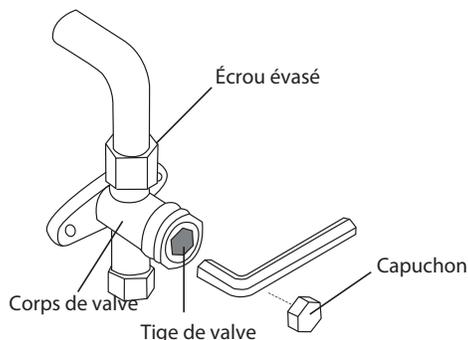

Fig. 25 – Diagramme de valve de service
2. Capacité 18 – **N'OUVREZ PAS** les valves de service de gaz ou de liquide avant la fin de l'évacuation. Capacités 24 à 48 – Ouvrez complètement les valves individuelles de service raccordées (aux conduites). **N'OUVREZ PAS** les valves principales de service avant la fin de l'évacuation (voir la figure 25).
9. Insérez une clé hexagonale dans chacune des valves de service côté gaz des modules de capacité 18 ou dans la valve principale de service côté gaz des modules de capacités 24 à 48 et ouvrez la valve en tournant la clé d'un quart de tour dans le sens antihoraire. Vous entendrez le gaz sortir du système (voir la figure 25).
12. À l'aide d'une clé hexagonale, ouvrez complètement toutes les valves de service de gaz et de liquide pour les modules de capacité 18 et toutes les valves principales de service de gaz et de liquide des modules de capacités 24 à 48 (voir la figure 25).